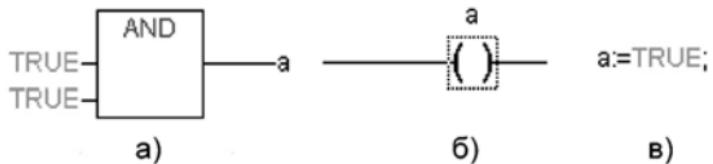
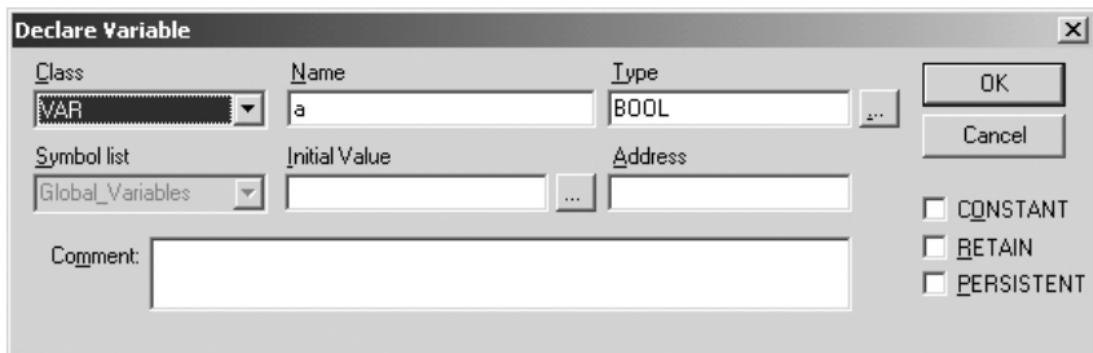

Рисунок 7.3 - Примеры программ на языках FBD (а), LD (б) и ST (в)
Рисунок 7.4 - Ассистент ввода для объявления переменной
7.5 В зависимости от выбранного языка программирования откроется окно, в котором необходимо создать программу, исполняемую на контроллере. Простейшей программой на языке ST является символ «;». Такой программы достаточно для проверки связи с контроллером. Примеры программ на языках FBD, LD и ST приведены на рис. 7.3.
При написании любого из примеров программ, представленных на рис. 7.3, будет вызван ассистент ввода (рис. 7.4) для описания переменной *a*.